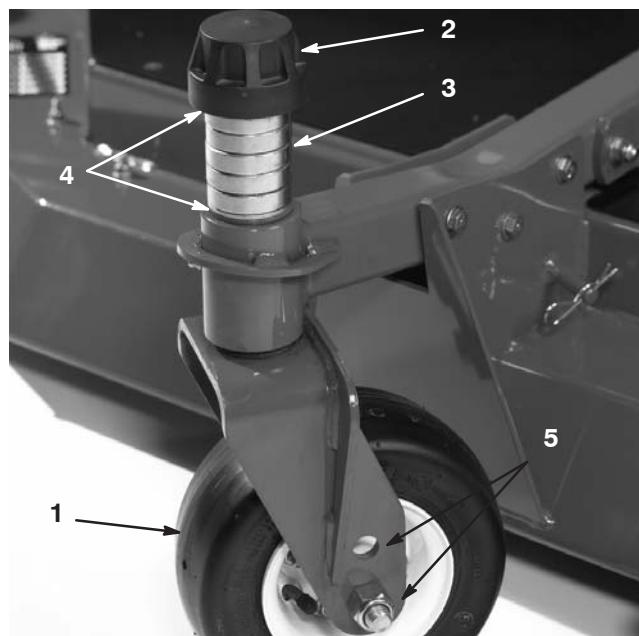
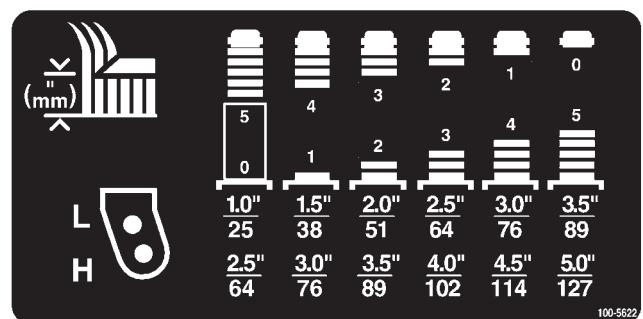

Figure 5
Figure 11
- Retirez les chapeaux de tension des axes de pivot et retirez les entretoises et les rondelles de butée (Fig. 5).
- Glissez les entretoises sur l'axe de la roue pivotante pour obtenir la hauteur de coupe voulue. Consultez la figure 11 pour déterminer les combinaisons d'entretoises requises pour le réglage. Glissez une rondelle de butée sur l'axe, et poussez l'axe de pivot dans le bras pivotant. Montez une autre rondelle de butée et les entretoises restantes sur l'axe, puis posez le chapeau de tension pour fixer l'ensemble (Fig. 5).
2. Placez les essieux des roues pivotantes dans les mêmes trous sur les deux chapes. Reportez-vous à la Figure 11 pour choisir les trous corrects pour la hauteur de coupe requise.
Reportez-vous à la figure 11 pour choisir les combinaisons d'entretoises correctes pour la hauteur de coupe requise.